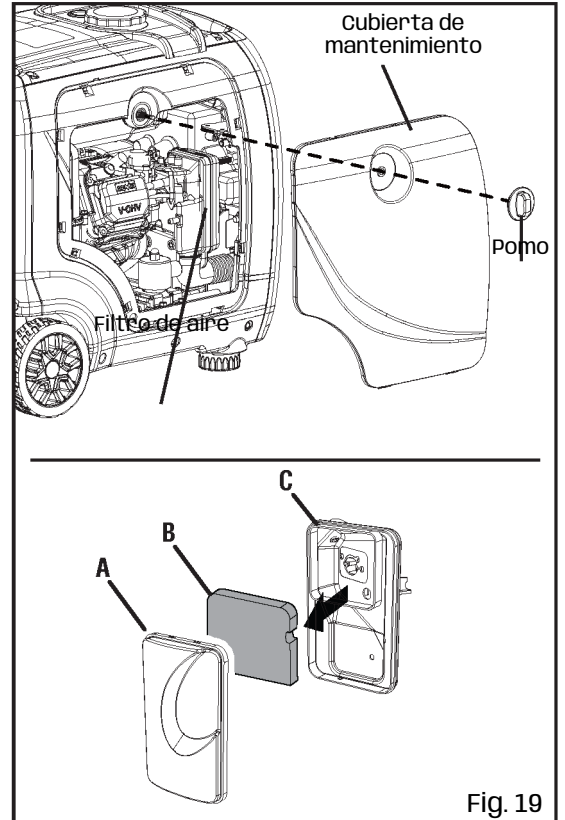

Fig. 19
2. Retire la tapa del filtro de aire (Fig. 19). Extraiga el elemento filtrante esponjoso de la carcasa. Limpie el exceso de aceite y cualquier suciedad del interior de la carcasa del filtro de aire.
1. Desenrosque el pomo de la tapa de mantenimiento y retire la tapa del panel lateral (Fig. 19).